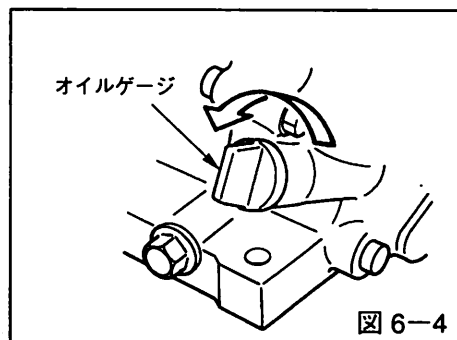

図 6-4
- エンジンの始動前にオイルゲージを反時計方向に回して外し、一度ウエスで拭いた後、ゲージをねじ込まずに差し込んで点検してください。（図6-4参照）